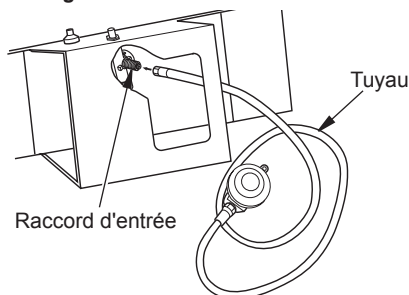

Figure 4 - Tuyau et raccord d'entrée
- Raccordez le tuyau à l'entrée du robinet (voir figure 4). Resserrez fermement avec une clef. **IMPORTANT :** un tuyau ou une canalisation supplémentaire peuvent être employés au besoin. Installez tout tuyau ou toute canalisation supplémentaire entre l'assemblage du tuyau et du détendeur et le réservoir de propane. Vous devez employer le détendeur fourni avec l'appareil de chauffage.